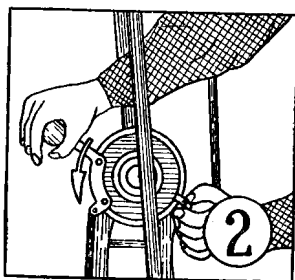

图1—8—② 将加速杆向前推
(2) 将加速杆推向前方，使其越过锁销，停止供油如图1—8—②；